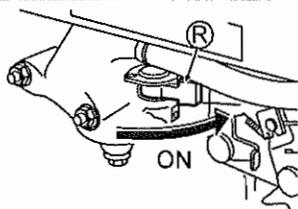

Fig. 11
2 Placez le robinet de carburant (R) sur la position "ON" (MARCHE). (Voir Fig. 11)